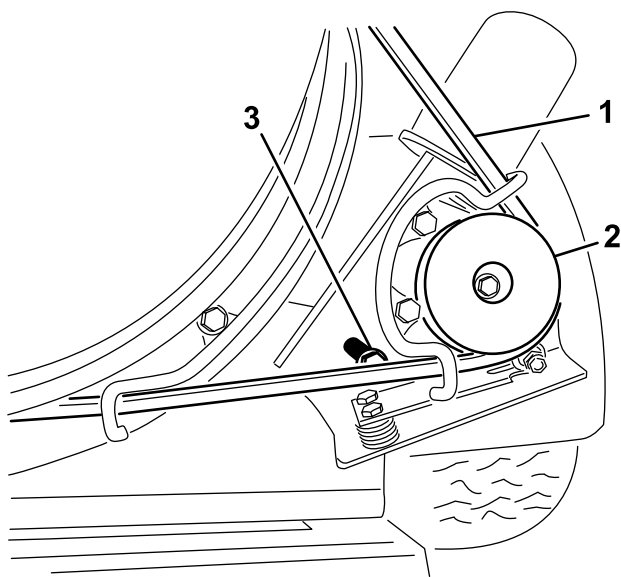

Figura 30
1. Desaperte os parafusos que fixam o suporte de montagem da polia ao chassis do soprador (Figura 30).